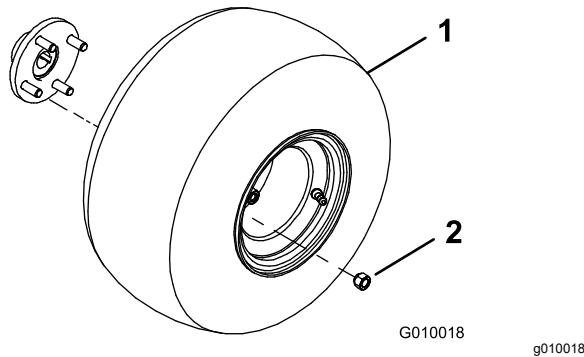

Figure 3
2. Montez une roue sur chaque moyeu de roue arrière (Figure 3).
| 3. Montez les écrous de roue (Figure 3) et serrez-les à un couple de 61 à 75 N·m. | |